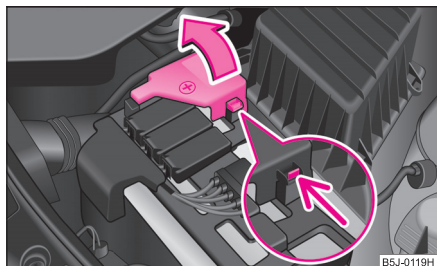

Fig. 195 Bateria: Deschiderea capacului polului plus
- Rabateți capacul polului plus (+) ⇒ fig. 195.